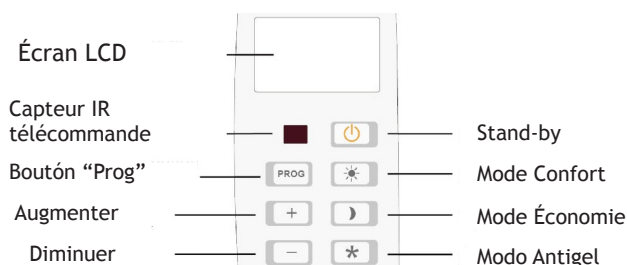

Fig. 13
4) S'il est en mode "Stand-by" (Fig. 15), appuyez sur la touche "Stand-by" pour connecter l'appareil (Figure 13). L'émetteur s'allume et le symbole du "mode de fonctionnement" sélectionné la fois précédente apparaît à l'écran. De même, la température approximative de la pièce apparaîtra.
Pour débloquent l'émetteur appuyez pendant 3 secondes sur les touches "+" et "-" dans le panneau de commandes (Figure 13) ou sur la télécommande.
Dans le mode manuel, nous pouvons sélectionner le mode de chauffage souhaité (confort, économie d'énergie ou antigel) en appuyant sur le bouton correspondant (Fig. 13) au mode confort, mode économie d'énergie ou mode antigel et l'appareil fonctionnera de façon constante dans n'importe lequel de ces modes avec les températures assignées.
a) Appuyez sur le bouton Mode Confort (Figure 13).
a) Appuyez sur le bouton Mode Économie d'énergie (Figure 13).
a) Appuyez sur le bouton Mode anti-gel (Figure 13).